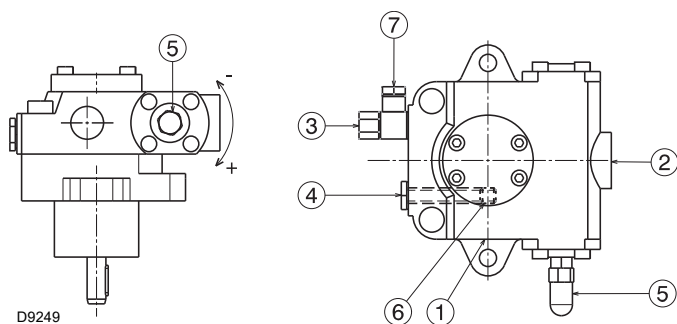

Рис. 24
Они устанавливаются на горелку с закрытым байпасом с помощью винта 6) (Рис. 24 на стр. 28).
- Для автоматического запуска насоса (Рис. 24) необходимо отвернуть винт 4) насоса, чтобы выпустить воздух, содержащийся во всасывающем трубопроводе.
Обозначения (Рис. 24)
Вышеуказанная операция возможна, так как насос поступает с завода заполненным топливом. Если насос был опорожнен, перед запуском заполните его топливом через колпачок вакуумметра 4) (Рис. 24 на стр. 28), в противном случае он будет заедать.